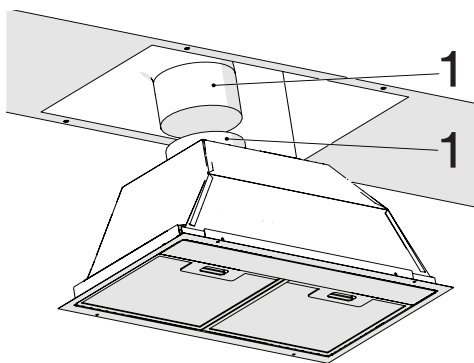

Рис. 9
- Подсоедините трубу выпуска воздуха к вытяжной трубе и закрепите ее хомутом (Рис. 9).